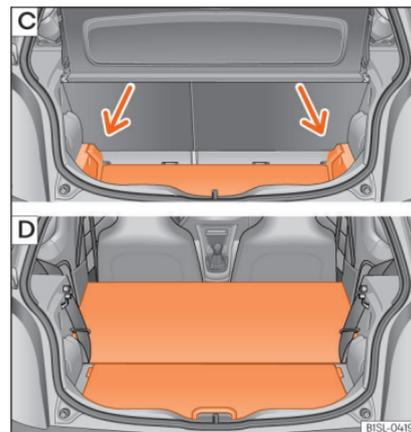

Abb. 96 Variablel Gepäckraumboden: **C** Gepäckraum nach unten vergrößern; **D** Gepäckraum nach vorne vergrößern.
- Den Gepäckraumboden anheben und in der Schiene nach unten drücken »» **Abb. 96** [C] (Pfeile).
- Gepäckraumboden ggf. in eine tiefere Position bringen »» **Abb. 96** [C].
Gepäckraum nach vorne vergrößert »» **Abb. 96** [D].